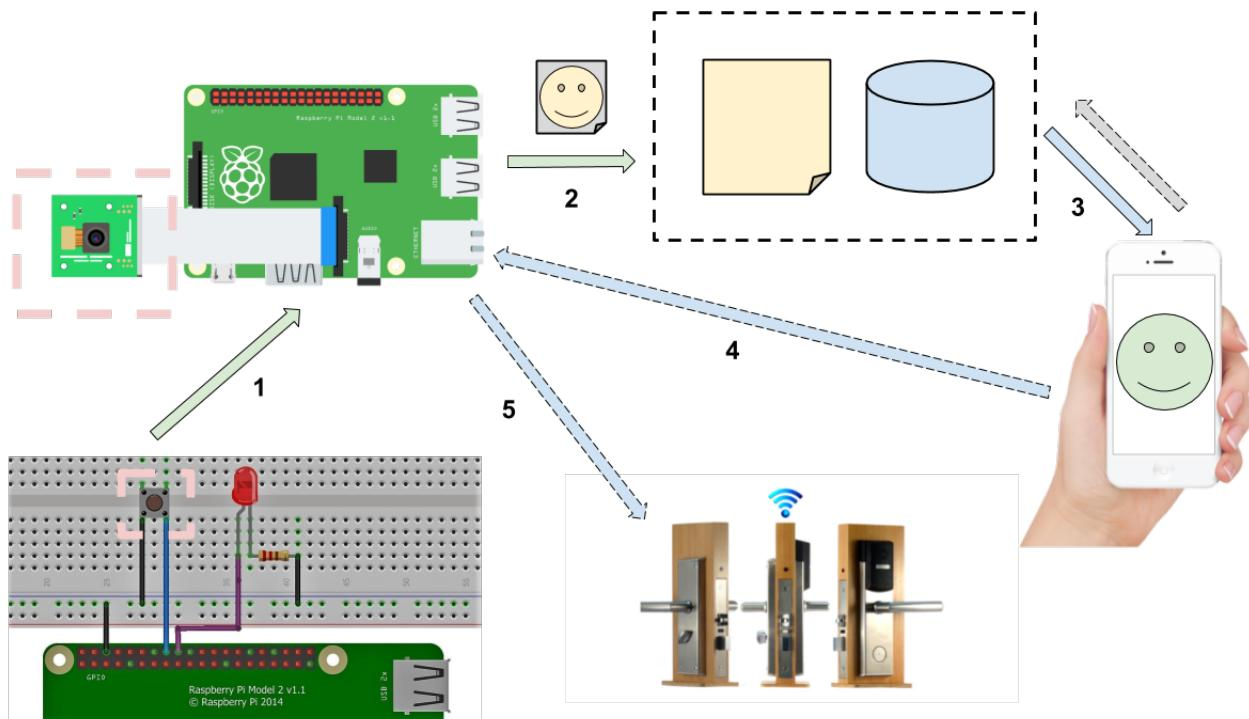

Figure 1: Общая схема работы
Когда гость подходит к входной двери и нажимает на ней кнопку звонка (1), срабатывает распознавание лица (2) и фотография человека вместе с информацией о нем отправляется прямиком на мобильное устройство хозяина дома (3). Далее хозяин решает званный или нет гость стоит у него за дверью, нажимая соответствующую кнопку в приложении (4), и дверь в зависимости от этого решения открывается либо остается закрытой (5). Также владелец в любой момент может включить прямую трансляцию с камеры системы, тем самым наблюдая за входом в реальном времени. Общая схема работы системы представлена на *Figure 1*.